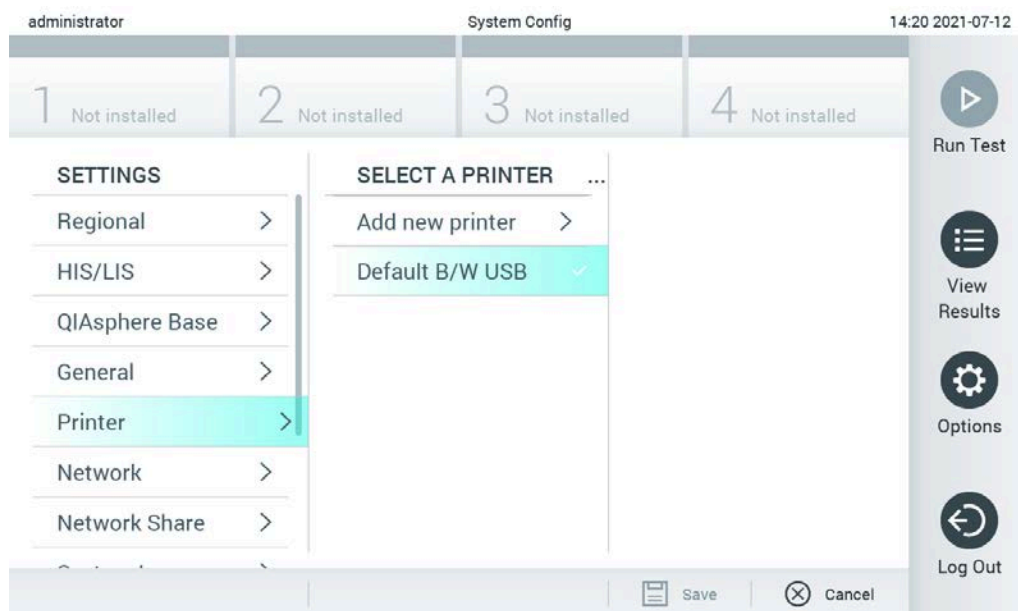

Figura 99. Instalação da impressora com o controlador predefinido
2. Selecione a impressora predefinida com o nome Default B/W USB (Figura 99)